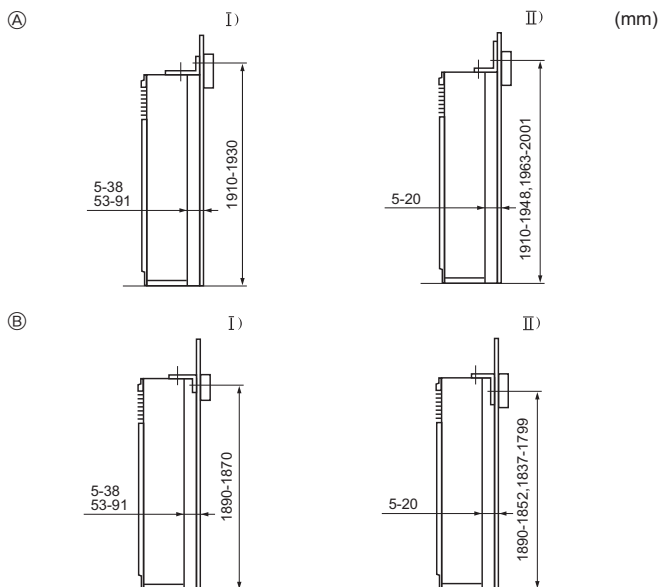

Fig. 3-3
① Suporte de prevenção de queda
O suporte de prevenção de queda ① é fixado na face superior da unidade. Retire os parafusos de derivação ② e instale o suporte como indicado na ilustração. Quanto às distâncias apropriadas para a instalação, consulte a Fig. 3-3.
- Ⓔ Retire o parafuso ⑩ e puxe a grelha para a frente, para a retirar.
3.3. Montagem do suporte de prevenção de queda (Fig. 3-3)